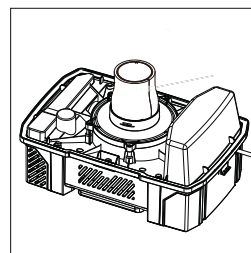

FIG. 4
- Rimuovere la cartuccia filtro e sostituirla con il filtro in schiuma espansa quando si eseguono aspirazioni a secco. (Fig. 4)